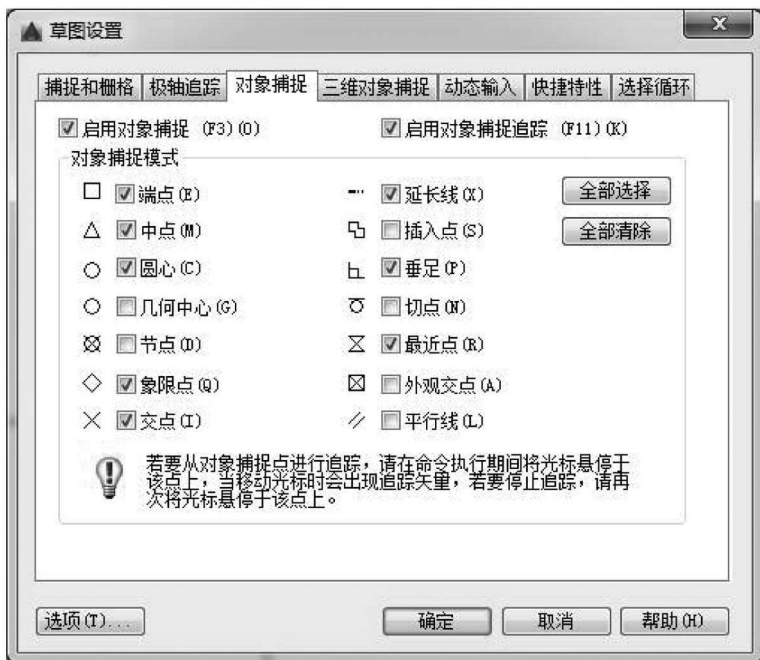

图 1-11 对象捕捉
(1) 必须预先设置需要显示的特征点。设置方法是单击对象捕捉旁边的小三角，单击需要捕捉的特征点或“对象捕捉设置”；或者在“对象捕捉”按钮上单击鼠标右键，然后选择“对象捕捉设置”选项，打开“草图设置”对话框，如图 1-11 所示。在“对象捕捉”选项卡中勾选需要的特征点，之后在绘制过程中这些点将会被捕捉。